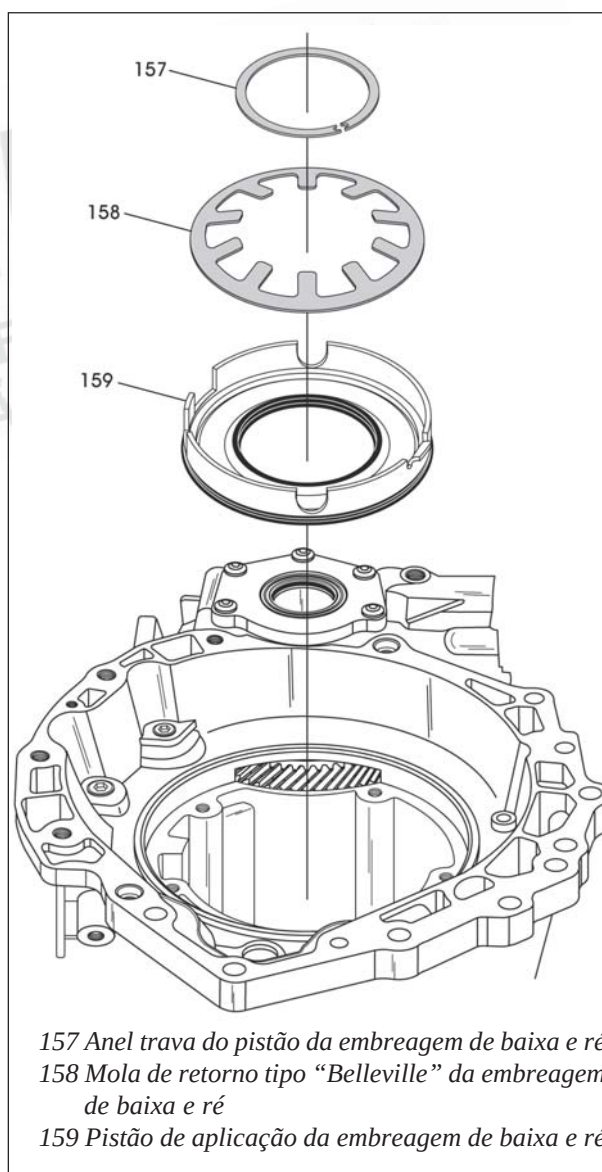

Figura 80
73. Utilizando um compressor universal, comprima a mola de retorno tipo "Belleville" da embreagem de baixa e ré e remova seu anel trava, conforme mostra a figura 80.
74. Remova a mola de retorno tipo "Belleville" da embreagem de baixa e ré, conforme mostrado na figura 80.
75. Remova o pistão de aplicação tipo moldado do freio de baixa e ré, conforme mostra a figura 80.